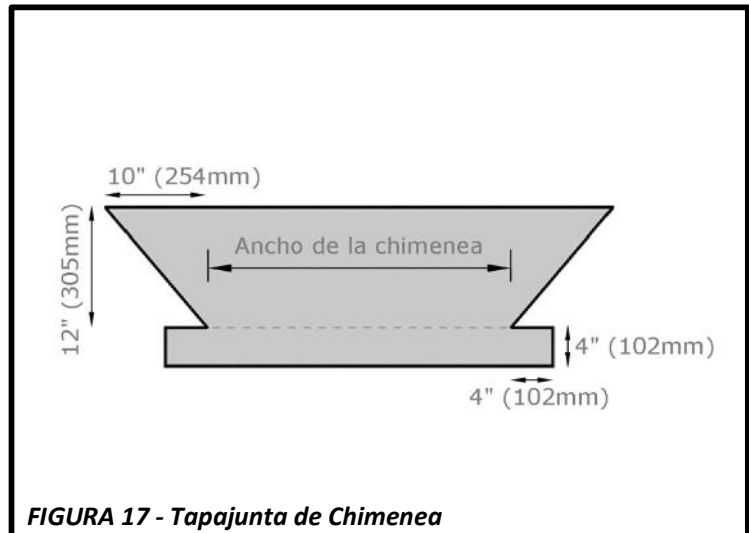

FIGURA 17 - Tapajunta de Chimenea
- Instala una tapajunta delantal al frente de la chimenea. Vea la **Figura 17** para las dimensiones recomendadas. Instala la tapajunta contadora intermitente en los lados inclinados como detallado en la sección Techo a Muro Escalonados.